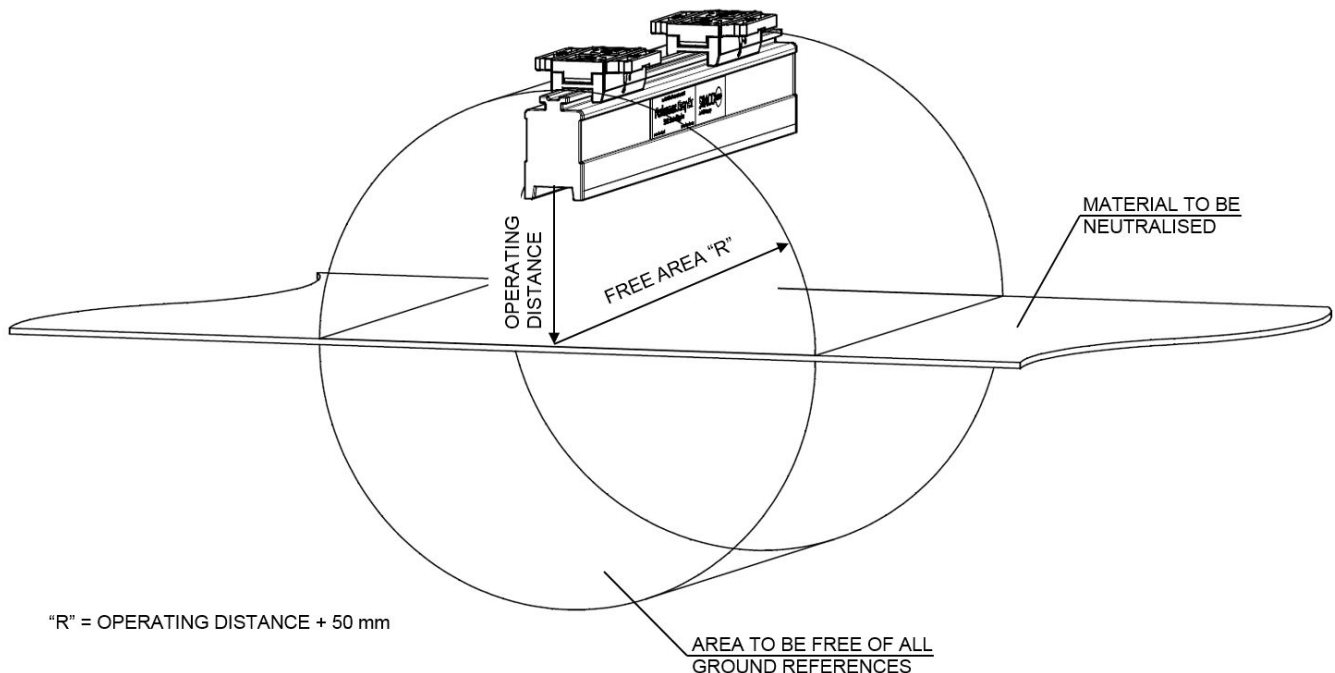

Abbildung 5.3.1: Optimale Position Performax Easy Ex und Performax Easy Ex (Speed)
- **Elektrisch leitende Teile in der Umgebung des Ionensprühstabs werden seine Leistung negativ beeinflussen. Die besten Ergebnisse werden erzielt, wenn der Ionensprühstab gemäß Abbildung 5.3.1 montiert wird.**